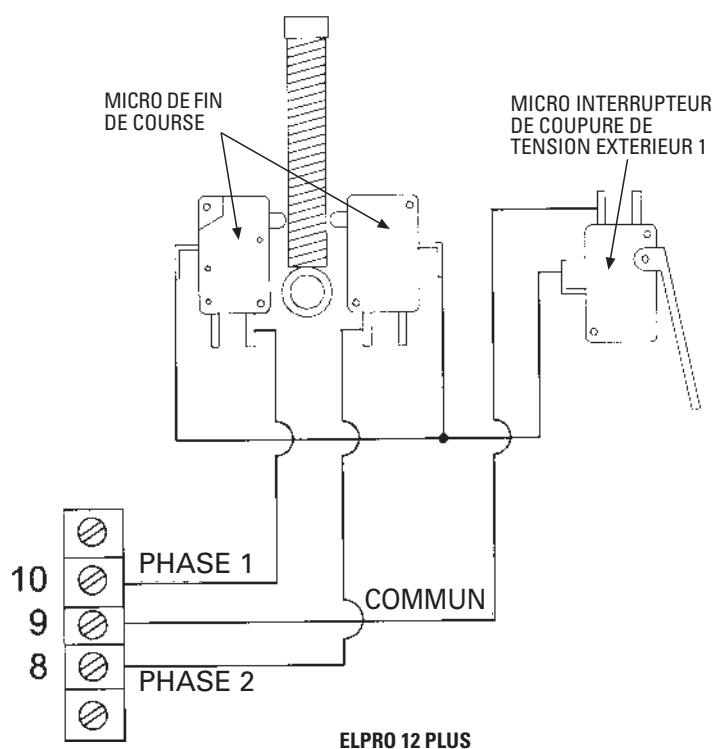

FIG. 13
- **Les contacts des fins de course** doivent être raccordés selon le schéma (Fig.13) (le commun 9 est en série avec le micro de sécurité de coupure de la tension 1 (Fig.9)).